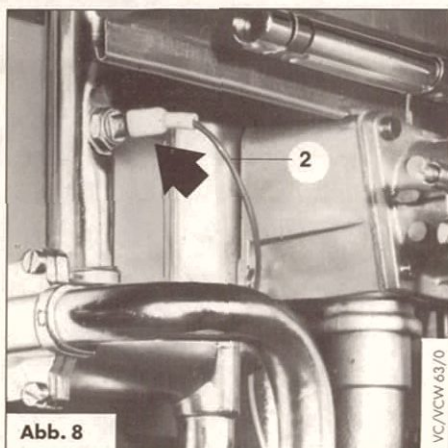

Abb. 8
Das zweiadrige Anschlußkabel (5) in die Nähe des NTC (siehe Abb. 8) führen. Die Anschlußader (2) durchtrennen und mittels der Lüsterklemme (4) am Anschlußkabel (5) anklemmen.